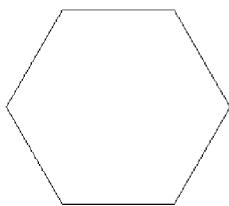
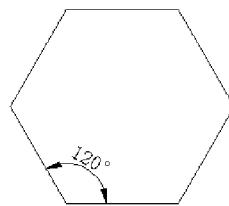

图 3.22 原图
图 3.23 标注角度尺寸
- (1) 单击“角度”标注按钮 ∠ ，选择要标注角度的第一及第二条线。
- (2) 移动光标到适当位置后，单击鼠标左键即可显示标注值（若光标往交点处移动，说明标注的空间太小，则标注弧线的箭头会自动移动至外侧）。图 3.22 所示为原图，图 3.23 所示为标注角度尺寸后效果。